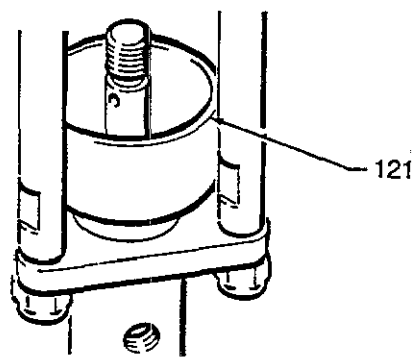

Fig. 3
Riempire ai 3/4 la coppella premistoppa della pompa di spostamento (121) con il liquido di tenuta (T.S.L.) Graco o con un solvente adeguato, per evitare che il fluido secchi nel tubo di spostamento o che i giunti siano danneggiati. Vedi Fig. 3. Prima di utilizzare la pompa per la prima volta, si raccomanda di *sciagquare la pompa* per togliere le tracce d'olio leggero rimaste dopo i test di corrosione in fabbrica. Verificare se il solvente utilizzato è compatibile con il fluido da spruzzare e con i pezzi della pompa in contatto con il prodotto.